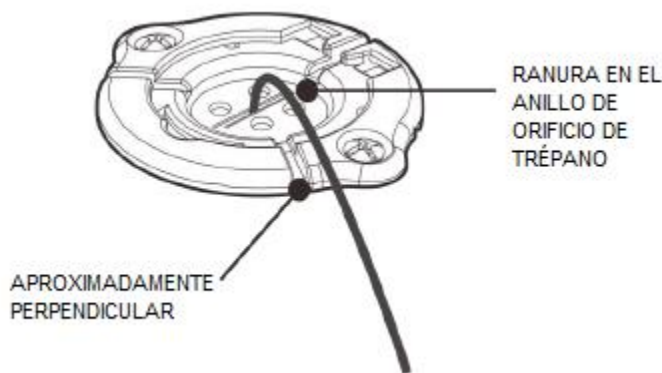

IMAGEN 13: Presione suavemente el electrodo en el anillo del orificio de trépano.
10. Presione suavemente el electrodo en una de las ranuras precortadas en el lado interior del anillo del orificio de trépano (IMAGEN 13).